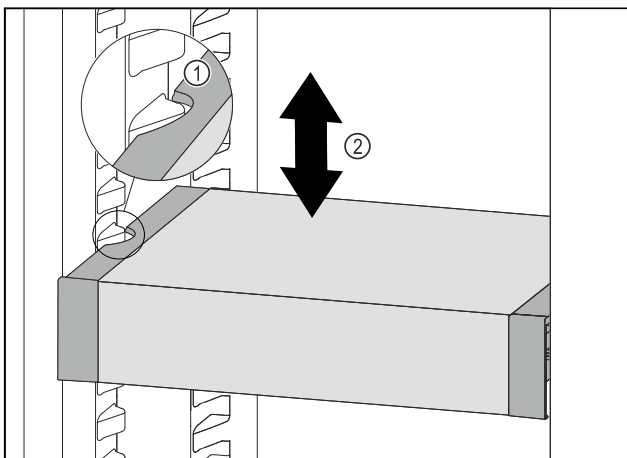

Fig. 133
- ▶ VarioSafe naar voren trekken tot de uitsparingen aan de zijkant van de VarioSafe zich ter hoogte van de rib in het koelgedeelte bevinden. *Fig. 133 (1)*
- ▶ VarioSafe in het koelgedeelte omhoog of omlaag bewegen tot de gewenste hoogte is bereikt. *Fig. 133 (2)*